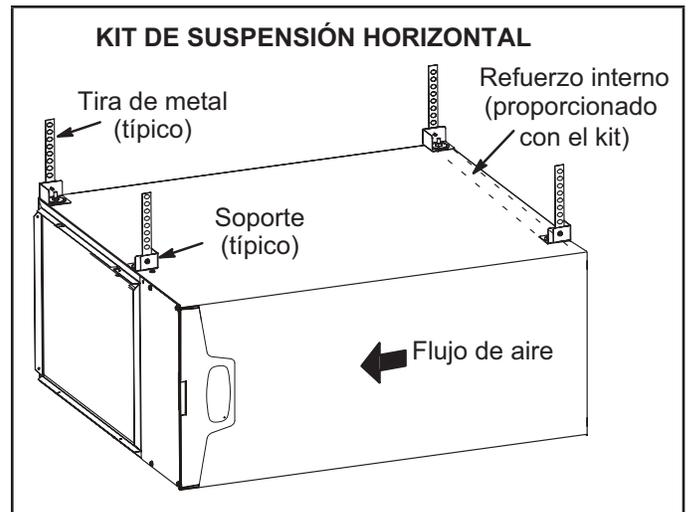

**Figura 17**
El calefactor EL297UHV se puede instalar en aplicaciones horizontales con descarga de aire a la derecha o a la izquierda. Consultar la Figura 17 con respecto a los espaciamientos en aplicaciones horizontales.
- 1 - Seleccione la ubicación de la unidad teniendo en cuenta el espaciamiento de servicio y otros espaciamientos necesarios. Ver Figura 17.